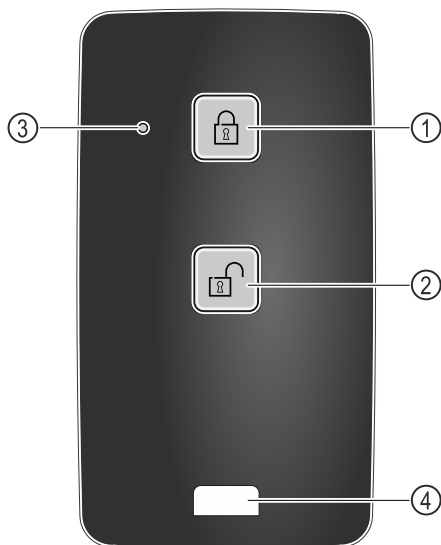

Fig. 139
- (1) Zablokować zamek (3) Dioda LED statusu
(2) Odblokować zamek (4) Zaczep mocujący
- ▶ Nacisnąć przycisk Fig. 139 (1) na pilocie.
- ▶ Nacisnąć przycisk Fig. 139 (2) na pilocie.
- ▶ Po naciśnięciu przycisku dioda LED statusu Fig. 139 (3) generuje komunikat zwrotny.
- ▶ Zaczep Fig. 139 (4) do mocowania pilota, np. na breloku.